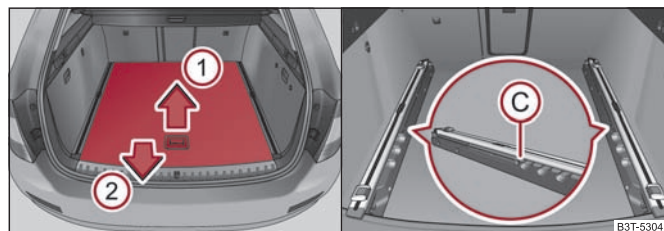
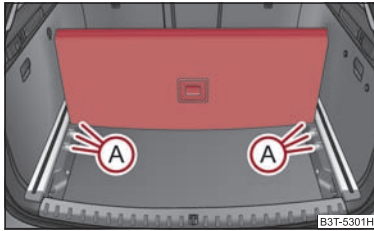

Fig. 87 Portbagajul: Tragerea parțială a suprafeței de încărcare variabile
Fig. 88 Compartimentarea portbagajului
- Apucați de mâner partea din spate a podelei variabile, ridicați puțin în direcția săgeții ① ⇒ fig. 87 și trageți-o peste bara de protecție în direcția săgeții ②, până se fixează în orificiul C ⇒ fig. 87.
- Pentru împingerea la loc a suprafeței variabile de încărcare, apucați mânerul podelei, ridicați puțin în sensul săgeții ① și împingeți până la limită, înspre înainte.
- Apucați mânerul părții din spate a podelei, ridicați puțin în sensul săgeții ① ⇒ fig. 87 și așezați marginea din spate într-unul din orificiile A ⇒ fig. 88.